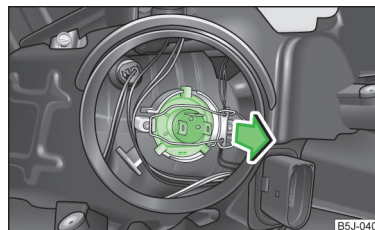

Fig. 154
- Retirar el conector en la bombilla, desbloquear el estribo de seguridad y extraer la bombilla » fig. 154.